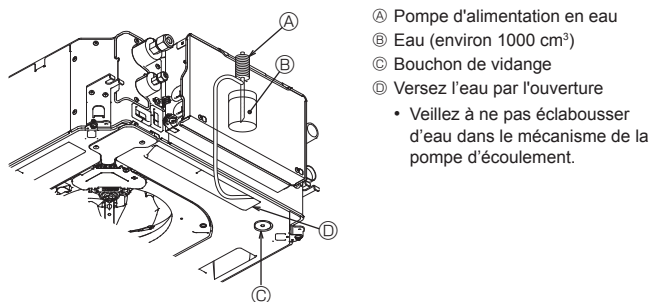

Fig. 8-5
8.4. Vérification de l'écoulement (Fig. 8-5)